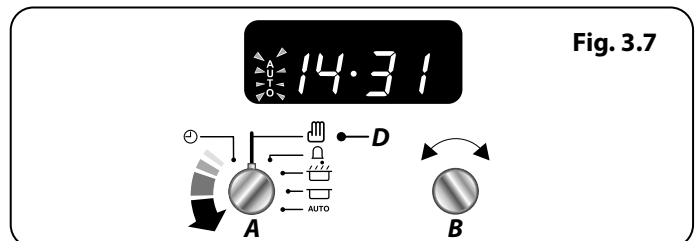

Fig. 3.7
4. Une fois la durée spécifiée écoulée, une alarme est émise et le four multifonction s'arrête de fonctionner. Le symbole « Cuisson » disparaît de l'affichage et le mot « AUTO » se met à clignoter (Fig. 3.7).
5. Lors de votre retour, replacez le bouton du Programmeur (A) sur la position Manuel (D) pour revenir au mode de cuisson manuel (Fig. 3.7).